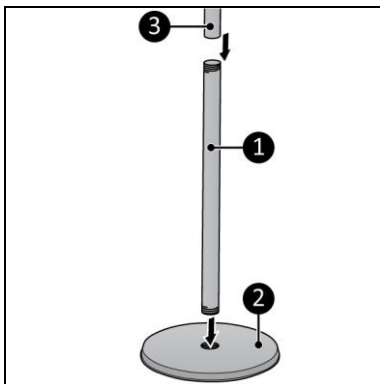

Figura 3
1. Înșurubați tubul inferior (Figura 3, poz. 1) în bază (Figura 3, poz. 2).
2. Înșurubați tubul reglabil (Figura 3, poz. 3) în tubul inferior (Figura 3, poz. 1).